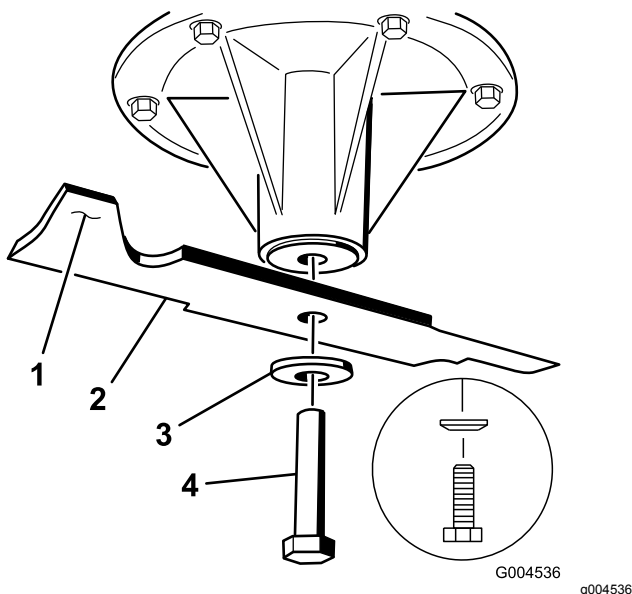

Figure 78
2. Placez la lame sur l'axe (Figure 78).
3. Montez la rondelle bombée et le boulon de lame (Figure 78).
**Remarque:** Le cône de la rondelle bombée doit être dirigé vers la tête du boulon (Figure 78).